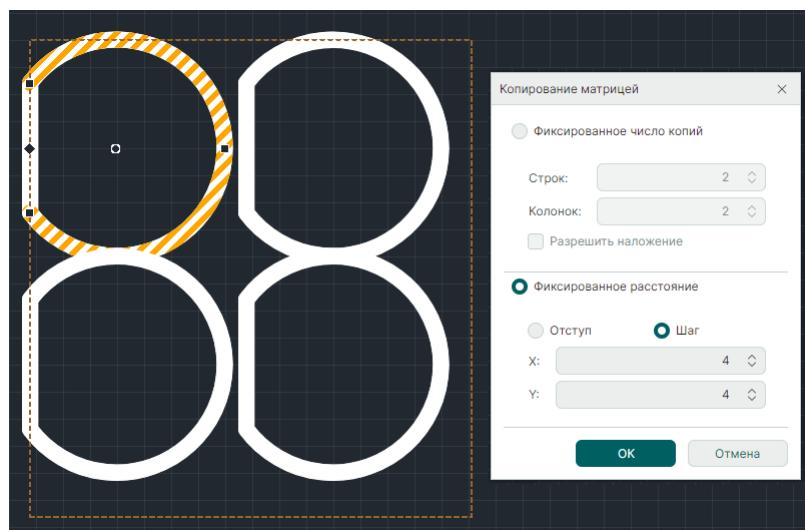

Рис. 297 Фиксированное расстояние. Размещение
- «Фиксированное расстояние», см. Рис. 297.